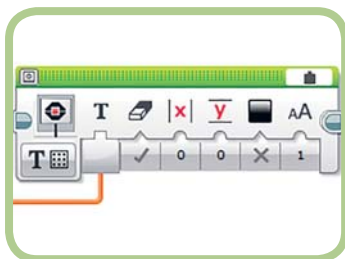

Рис. 8.23. Выбор шрифта меньшего размера
Параметром **Шрифт** (Font) блока **Экран** (Display) предусмотрены три варианта начертания шрифта: обычный (0), жирный (1) и большой (2). По умолчанию выбран вариант «большой», из-за чего текст легче читается, но занимает больше места. При выборе вариантов «обычный» и «жирный» размер букв практически в два раза меньше по сравнению с вариантом по умолчанию, поэтому на экране помещается больше текста. Для того чтобы значение частоты уместилось на экране, настрой блок **Экран** (Display), задав для параметра **Шрифт** (Font) значение 1 (рис. 8.23).